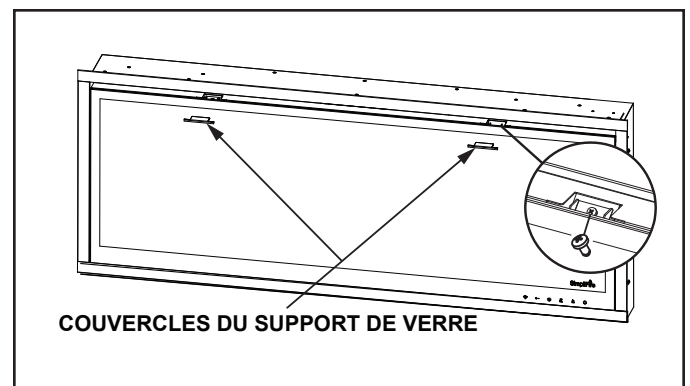

Figure 7.6 Fixation de la vitre
2. Placez le bord supérieur de la vitre contre l'appareil et fixez-la avec deux (2) vis ST4X8.
3. Placez les couvercles des supports en verre sur les vis. Voir la figure 7.6.